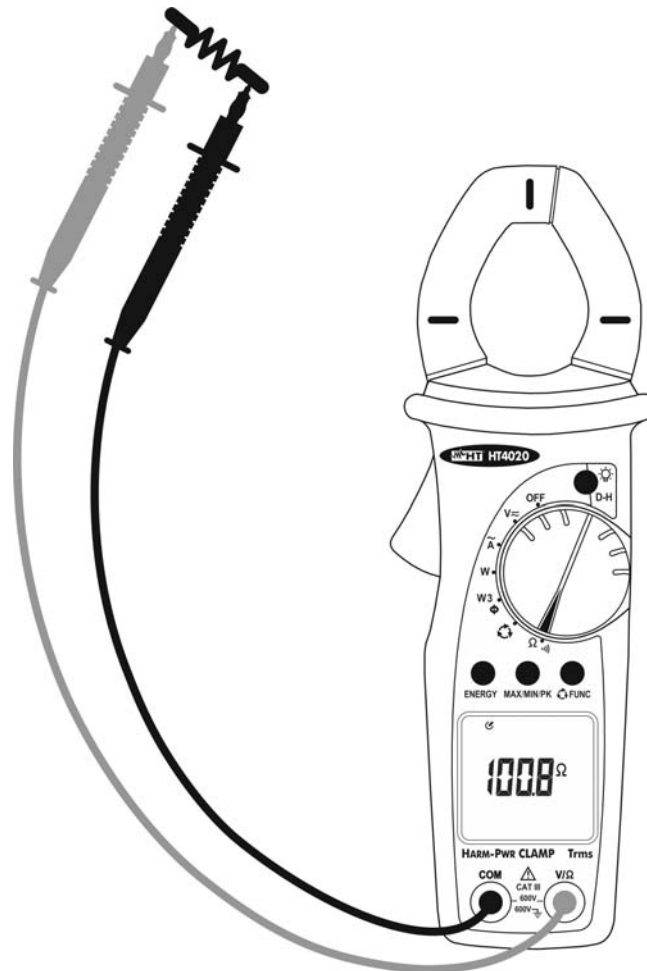

Fig. 7: Uso dello strumento per misura di resistenza e test continuità
3. Posizionare i puntali nei punti desiderati del circuito in esame (vedere Fig. 7). Il valore della resistenza è visualizzato sul display